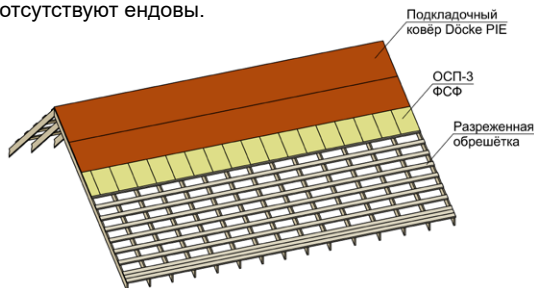

Рис. 8. Последовательный монтаж подкладочных ковров Döcke PIE сверху-вниз.
1.5.4 В случае осуществления монтажа самоклеящегося подкладочного ковра Döcke PIE при температуре ниже $+15^{\circ}\text{C}$ необходимо дополнительно фиксировать полотно механически при помощи крепежа тип 1 (таблица №1) (рис. 8 в).
4.1.6 Подкладочный ковёр монтируется параллельно карнизу, снизу-вверх, с нахлёстом следующего ряда 100 мм, торцевые нахлёсты составляют 150 мм. Для минимизации хождения по коврам, особенно на крутых скатах, допускается производить последовательный монтаж сверху-вниз: монтируется верхний ряд плит ОСП-3 или фанеры ФСФ, затем на смонтированный ряд плит монтируется верхнее полотно подкладочного ковра (рис. 8). Данный способ монтажа подойдёт только для простых крыш, на которых отсутствуют ендовы.